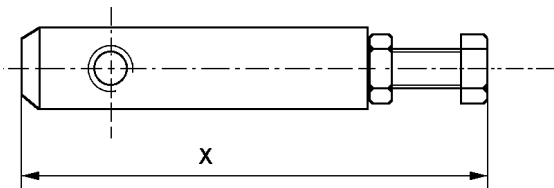

Fig : 21
- Medir la longitud **X** del soporte de la aguja como se muestra en la Fig: 21.